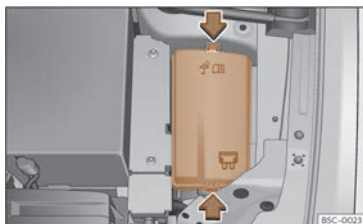

Abb. 217 Im Motorraum: Abdeckung des Sicherungskastens.
- Verriegelungstasten drücken, um die Abdeckung des Sicherungskastens >>> (Abb. 217) zu entriegeln.